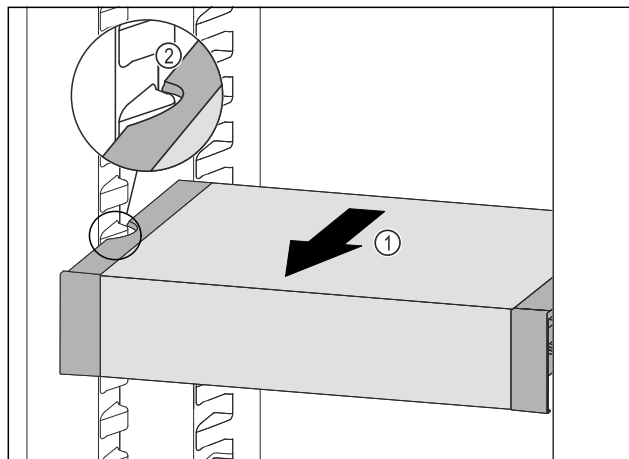

Fig. 180
- Tërhiqni VarioSafe për nga përpara *Fig. 180 (1)*, derisa foletë anësore të VarioSafe të jenë në lartësinë e brinjëve të kutisë në pjesën e ftohjes. *Fig. 180 (2)*